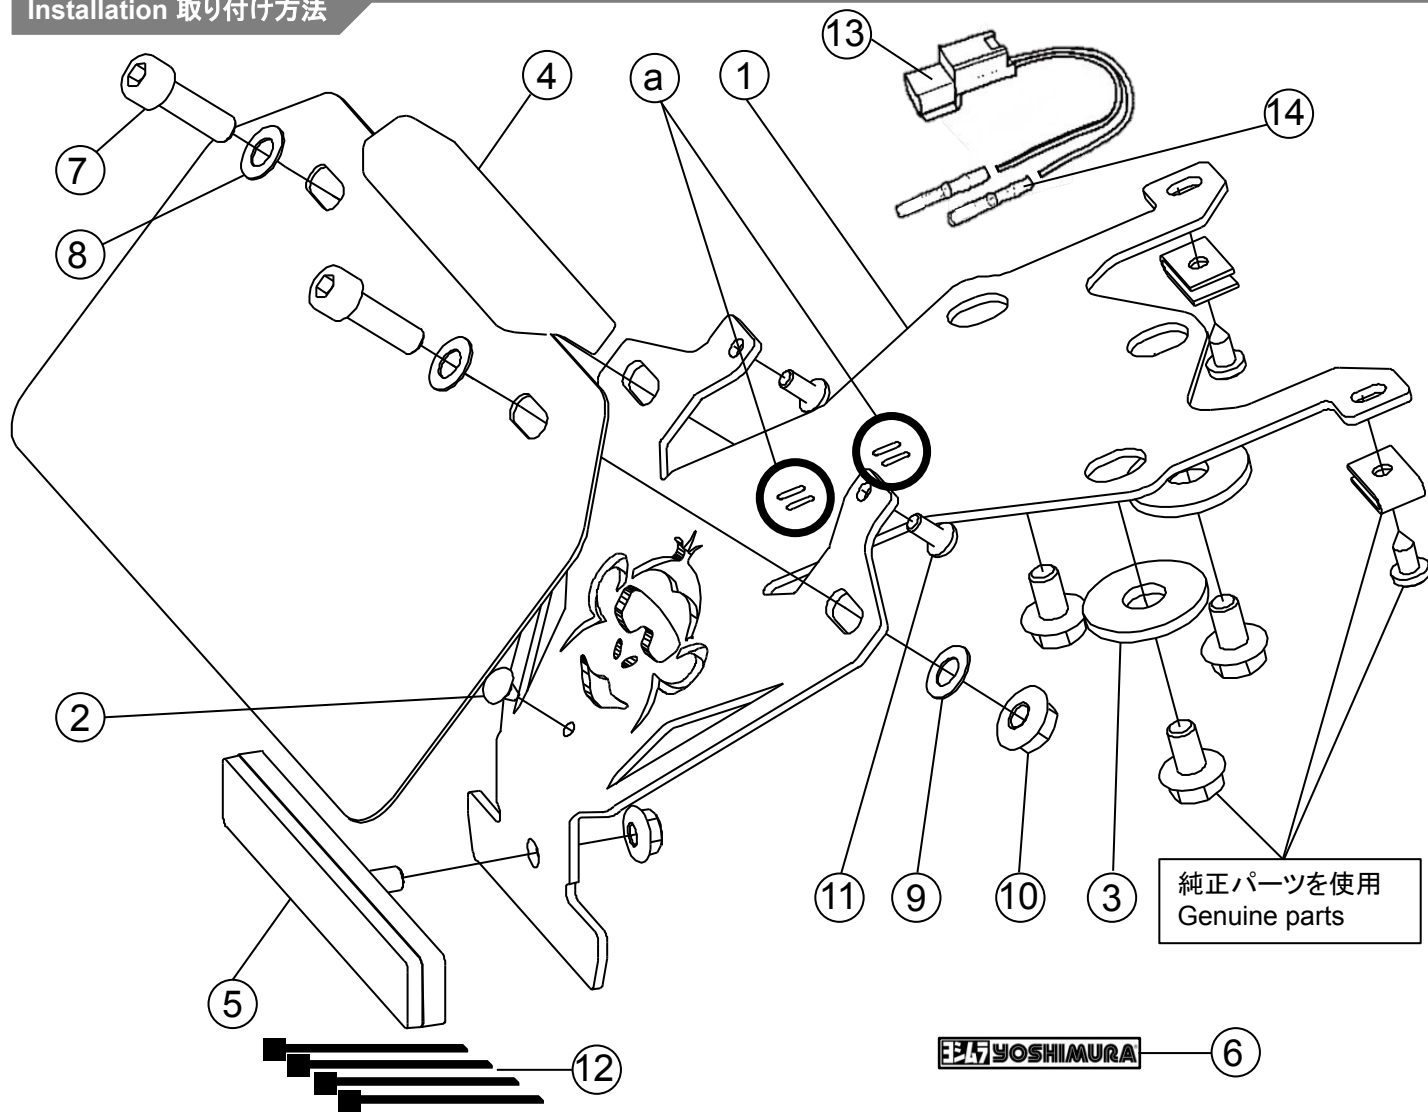
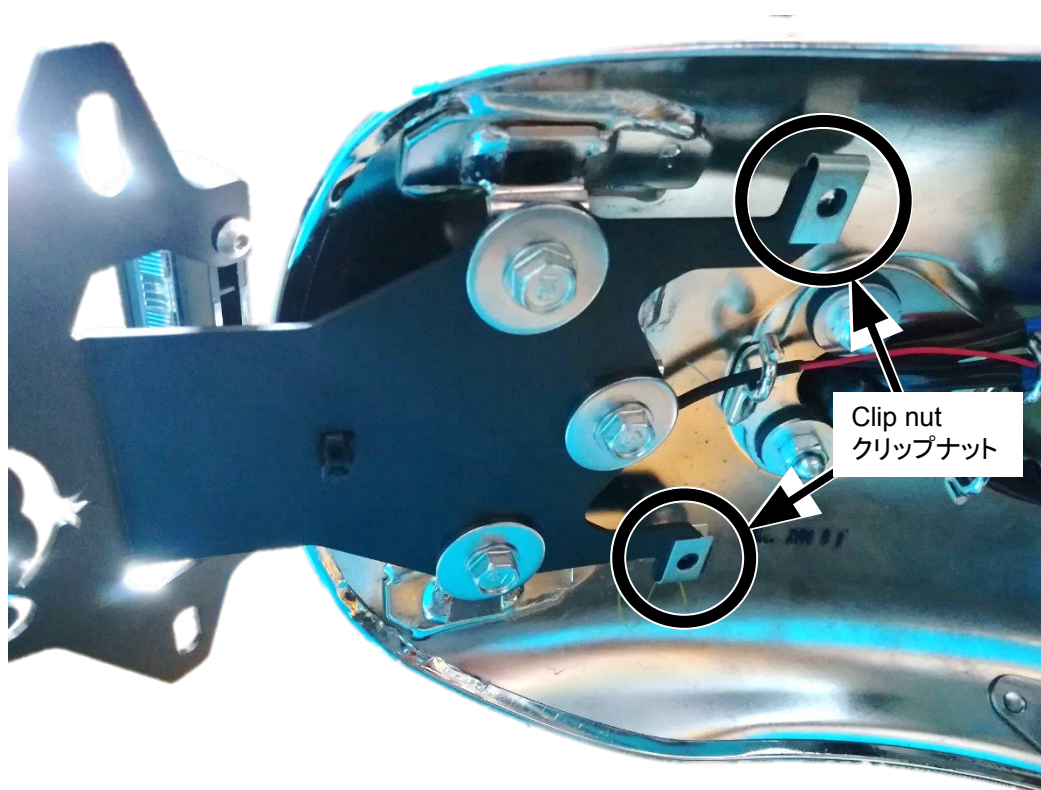

Fig.1 Exploded view 分解図
Fig. 7 Installation image
4. Remove 2 of clip nut from genuine rear fender A and referring to the Fig. 7, reinstall them on Base Bracket ①.
5. Referring to the Fig. 1 and 7, assemble all the parts and install them on the vehicle.
6. Reconnect wirings and check LED License Lamp ④ and turn signals are working correctly.
7. Put Zip Tie 150 ⑫ through slit (a) which is shown on the Fig. 1 and fix wiring of LED License Lamp ④ while having enough clearance with genuine rear fender B.
4. 純正フェンダーAについているクリップナット取り外し、図7を参照しベースブラケット①に取り付けます。
5. その他の部品取り付けは図1、図7を参照して行ってください。
7. 純正リアフェンダーBとナンバー灯④の配線が接触しないよう、図1の a部の穴を利用しタイラップ⑫で調節してください。